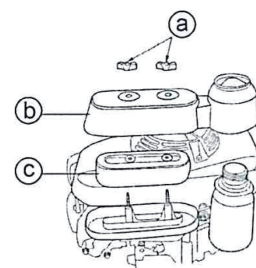

Fig. 28
9.5 Filter à air (Voir Fig. 28)